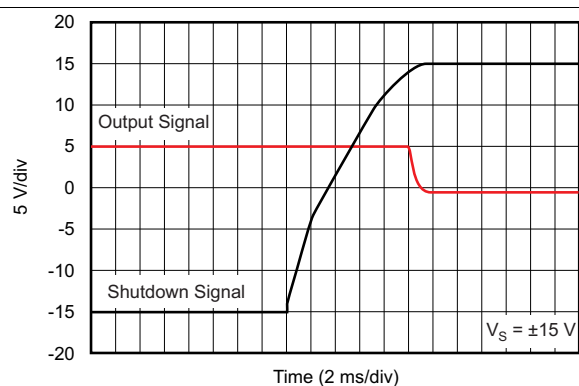

图 39. 关闭瞬态
(1) 禁用时, 输出呈现高阻抗状态。
(2) 请参阅 典型特性 曲线 (图 39 至图 41)。
OPA211 的关断 (使能) 功能以运算放大器的正电源电压为基准。有效高电平会禁用运算放大器。有效高电平是指施加到关断引脚的正电源电压 (V+) - 0.35V。有效低电平是指正电源引脚下方 (V+) - 3V。例如, V_{CC} 为 ±15V 时, 该器件在 12V 或低于 12V 时启用, 而在 14.65V 或以上时禁用。如果使用双电源或分离式电源, 应注意确保有效高电平或有效低电平输入信号以正电源电压为适当基准。该引脚必须连接到有效的高电压或低电压或者被驱动, 而不是保留开路。典型特性部分提供了启用和禁用时间 (请参阅图 39 至图 41)。禁用时, 输出呈现高阻抗状态。